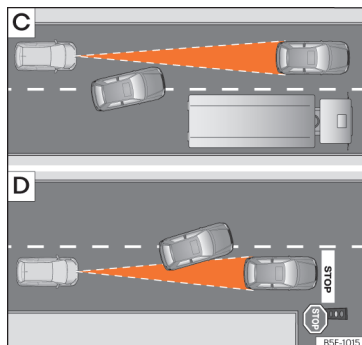

Abb. 143 [C] Fahrspurwechsel eines anderen Fahrzeugs. [D] Abbiegendes und weiteres stehendes Fahrzeug.
- Fahrzeuge, die in geringem Abstand auf die eigene Fahrspur wechseln >>> [Abb. 143] [C].
ACC reagiert nicht auf stehende Fahrzeuge. Wenn z. B. ein von der ACC erfasstes Fahrzeug abbiegt oder aussert und sich vor diesem Fahrzeug ein stehendes Fahrzeug befindet, reagiert ACC nicht auf das stehende Fahrzeug »» (Abb. 143) .